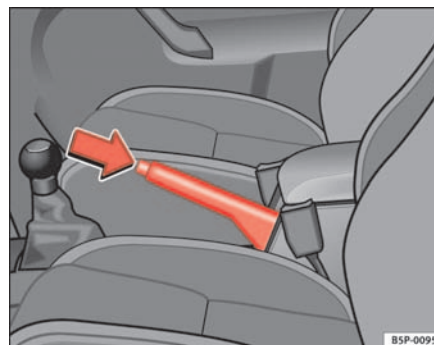

Fig. 138 Freno de mano entre los asientos delanteros
⇒ página 173, fig. 138.
- Tire ligeramente de la palanca hacia arriba, presione el botón de desbloqueo en la dirección de la flecha ⇒ página 173, fig. 138 y baje completamente la palanca ⇒ .